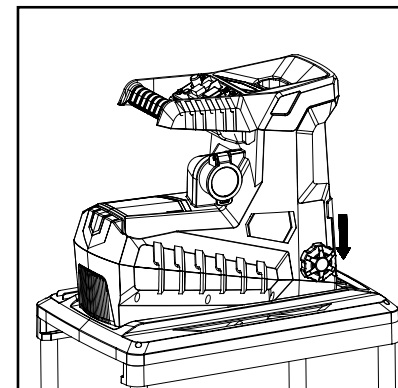
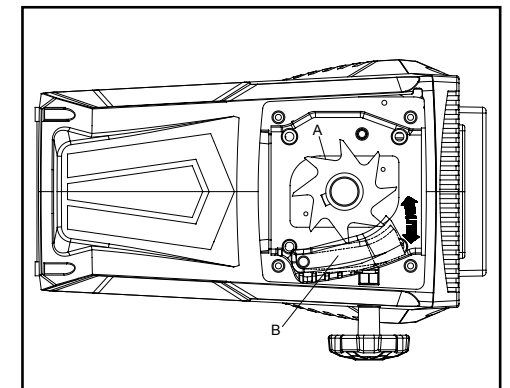

Abb. 14
Abb. 15
3. Schrauben Sie den Knauf (6) in die Bohrung an der Seite des Gehäuses (Abb. 14). Stellen Sie ihn sehr langsam im Uhrzeigersinn ein, bis Sie einen Widerstand spüren oder ein leichtes Schleifgeräusch hören - die Häckselwalze (A) berührt die Andruckplatte (B), und einige kleine Aluminiumspäne fallen aus dem Auswurfschacht (Abb.15).